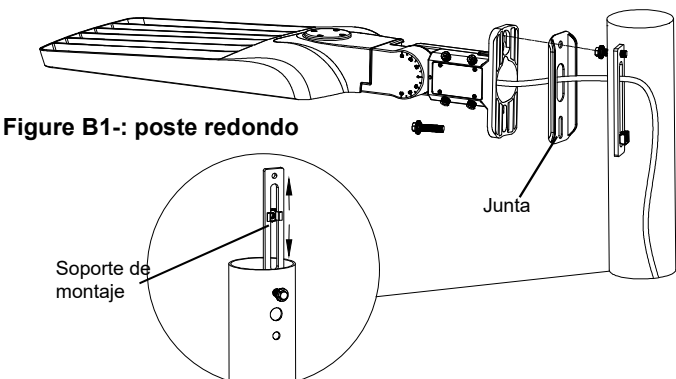

Figure B1: poste redondo
- Coloque el soporte de montaje dentro del poste redondo e inserte un tornillo de 3/8" a través del orificio superior de la junta y el orificio superior del poste, y enrósquelo en el orificio superior del soporte de montaje. Consulte la Figura B1.